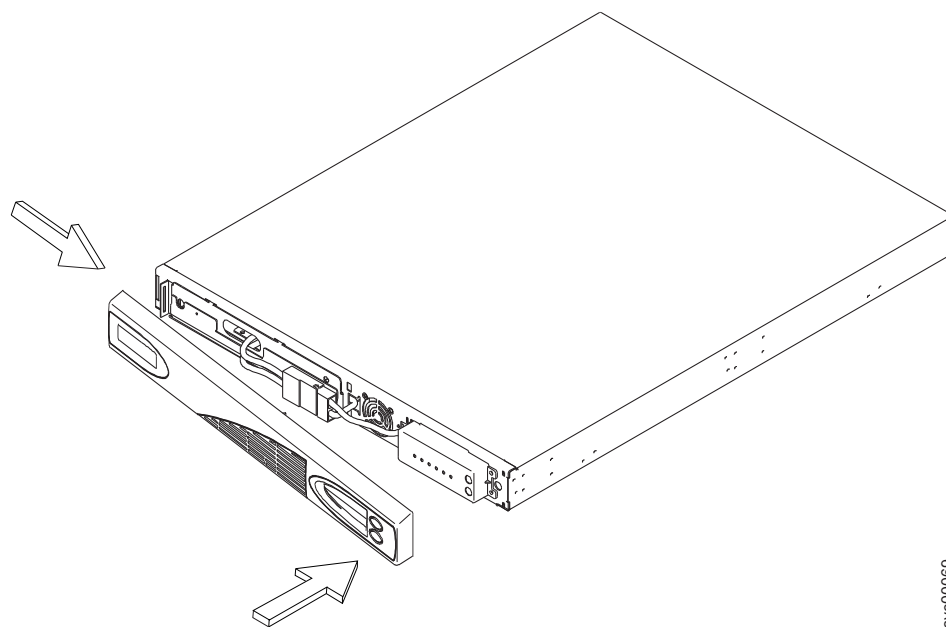

图 245. 重新安装 2145 UPS-1U 前面板
3. 连接内部电池接口，如第 291 页的图 245 中所示。有槽口的接口每一端都具有两根连线：一根为红色 (+)，另一根为黑色 (-)。将黑色线与红色线连接在一起。
4. 向右侧推动前面板以扣到面板的左侧。向前推前面板，直至面板咬合 2145 UPS-1U 的右侧和中间部分，如图 245 中所示。